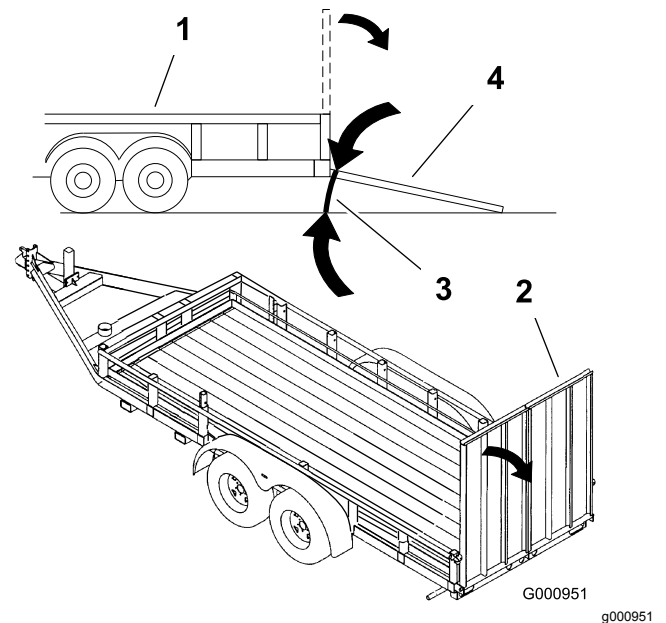

Figura 22
- Utilice una sola rampa lo suficientemente ancha como para sobresalir a cada lado de las ruedas traseras, en lugar de rampas individuales para cada lado de la máquina (Figura 22). Cuando está bajada y bloqueada, la plataforma debe extenderse hacia atrás entre las ruedas traseras, y sirve de tope para evitar vuelcos hacia atrás. Una rampa ancha proporciona una superficie de apoyo para la plataforma si la máquina empieza a volcarse hacia atrás. Con la plataforma elevada, queda sitio para desplazarse detrás de la máquina en una rampa ancha.
- La rampa debe tener una longitud suficiente, de manera que el ángulo no supere los 15 grados (Figura 22). Un ángulo mayor puede hacer que los componentes de los taladros se atasquen cuando la máquina se desplaza desde la rampa hasta el remolque o camión. Un ángulo mayor puede hacer también que la máquina vuelque hacia atrás. Si se carga en o cerca de una pendiente, coloque el remolque o el camión de tal forma que esté pendiente abajo, con la rampa extendida pendiente arriba. Esto minimiza el ángulo de la rampa. El remolque o el camión debe estar lo más horizontal posible.